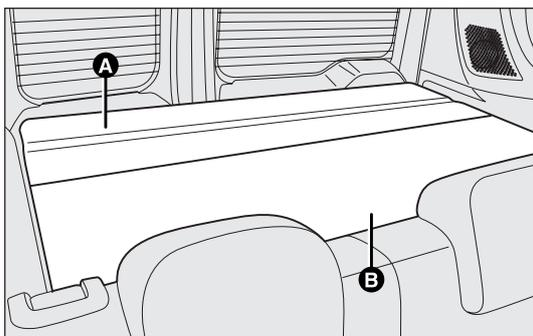
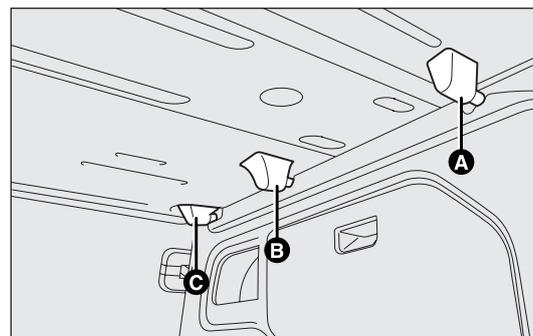

fig. 87
fig. 88
- aprire le porte battenti posteriori; sollevare la parte anteriore A-fig. 87 sganciando il perno A-fig. 88 dalla propria sede
- sollevare la parte posteriore B-fig. 87 sganciando i perni B e C-fig. 88 dalle proprie sedi.